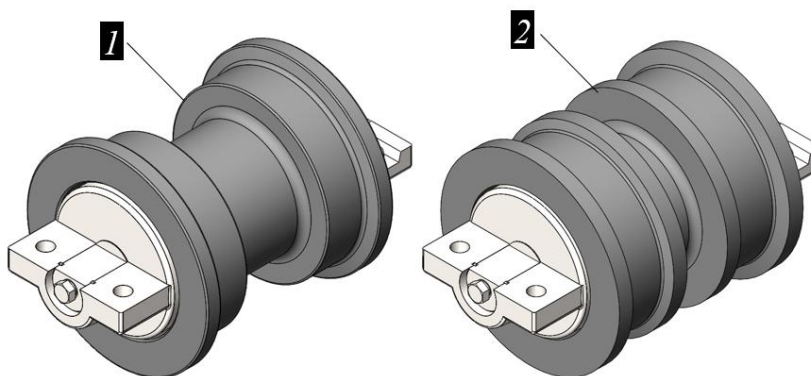

Рисунок 5.71. Внешний осмотр опорных катков
- Провести визуальный осмотр (рис. 5.71). Не допускается течь масла из-под опорных крышек;